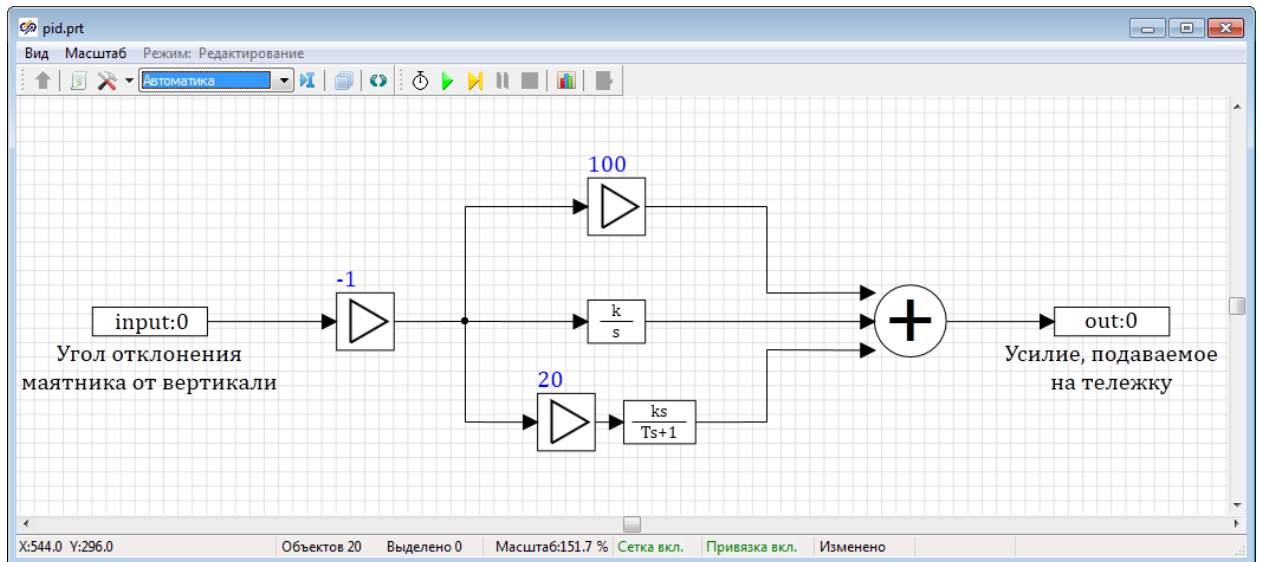

Рис. 4.2. Модель системы стабилизации перевернутого маятника
Подготовленная модель системы управления перевернутым маятником в SimInTech представлена на рис. 4.2.
**Замечание.** Вы можете самостоятельно собрать модель, представленную на рис. 4.2 или же загрузить готовую модель SimInTech из файла {Данные UM}\SAMPLES\TUTORIAL\inv\\_pend\pid.prt.